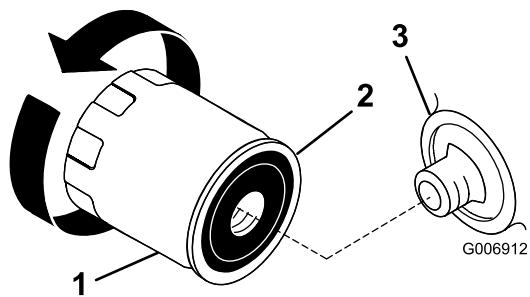

Figure 32
2. Déposez le filtre à huile usagé et essuyez la surface du joint de l'adaptateur (Figure 32).
3. Appliquez une fine couche d'huile neuve sur le joint en caoutchouc du filtre de rechange (Figure 32).
5. Tournez le filtre dans le sens horaire jusqu'à ce que le joint rejoigne l'adaptateur, puis donnez 1/2 à 3/4 de tour supplémentaire (Figure 32).